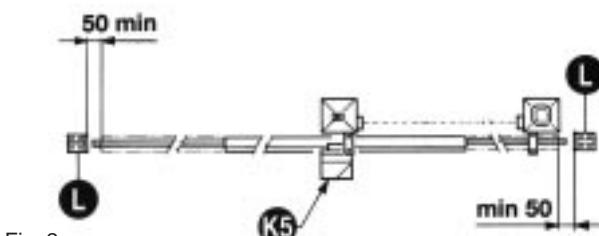
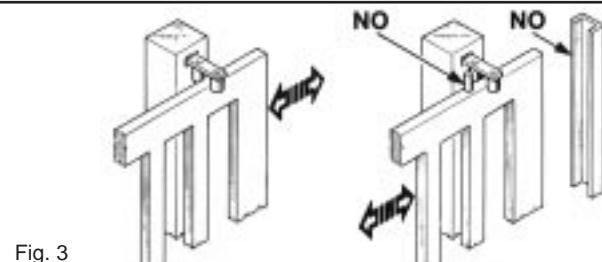

Fig. 2
Fig. 3
È necessario che la guida abbia alle sue estremità due fermi meccanici (L) (Fig. 2). Inoltre, le colonne devono avere superiormente delle guide antideragliamento (Fig. 3). Il cancello deve essere protetto da involontari sganciamenti e deve muoversi senza attriti. N.B.: Eliminare fermi meccanici del tipo indicato descritto in figura 3. Non devono essere presenti, al di sopra del cancello, fermi meccanici perché non sufficientemente sicuri.
The guide needs to have two mechanical stops (L) of the type indicated at its ends (Fig. 2).
In addition, the columns must have anti-derailment guides at the top (Fig. 3).
The gate must be protected against unintentional derailment and must move without frictions. N.B. Eliminate the mechanical stops of the type indicated in Fig. 3.
Il est nécessaire que le guidage ait à ses extrémités deux arrêts mécaniques (L) du type indiqué (Fig. 2). En plus, les colonnes doivent avoir dans la partie supérieure des guidages antidéraillement.
Eliminer les arrêts mécaniques du type décrit (Fig. 3).
Die Führungsschiene muß an beiden Enden mechanische Sperrungen (L) haben, wie in der Abbildung dargestellt ist (Fig. 2). Darüberhinaus müssen die Säulen über Entgleisungsschutzvorrichtungen verfügen (Fig. 3).